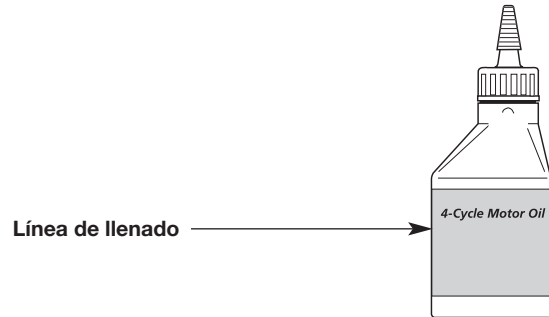

Fig. 22
**NOTA:** Use la botella de aceite vacía que guardó después del uso inicial a fin de medir la cantidad correcta de aceite. Llene la botella de aceite hasta la línea de llenado de 2.03 onzas líquidas (60 ml) que aparece indicada en la parte posterior de la botella (Fig. 22).